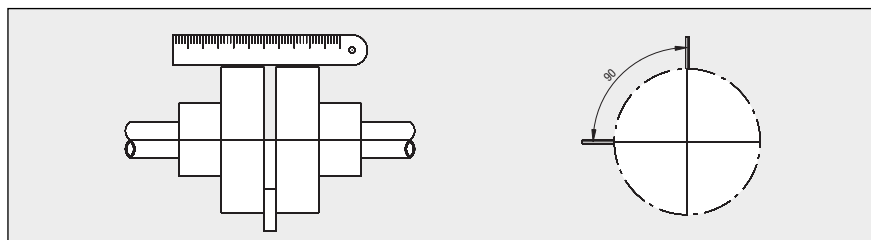

Figura 29 - Verificação das folgas axial e radial no acoplamento
1. Para verificar o alinhamento radial utilize uma régua metálica conforme Figura 29. Assente a régua no acoplamento no seu sentido longitudinal e veja se não existe passagem de luz entre a régua e o acoplamento. A folga radial máxima admissível é de 0,2 mm. Para alinhar o
2. Utilizando um calibrador de lâminas, confira a folga axial do acoplamento de 90 em 90 graus, conforme Figura 29.